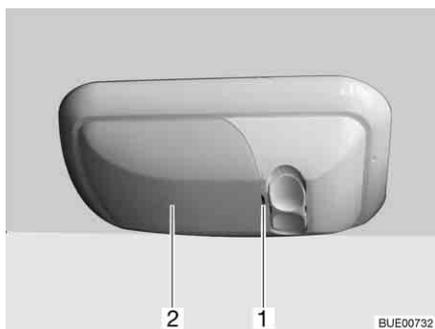

Bild 207 Garagenleuchte
- Abdeckung (Bild 207,2) vorsichtig mit einem geeigneten Werkzeug (z. B. Schraubendreher) an der Einkerbung (Bild 207,1) aushebeln und abnehmen.